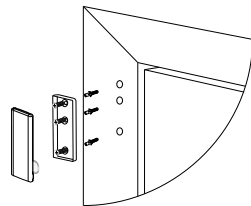

Figure 5: Device screw installation
2. Vissez le socle de l'appareil sur le dormant. Voir la Figure 5.